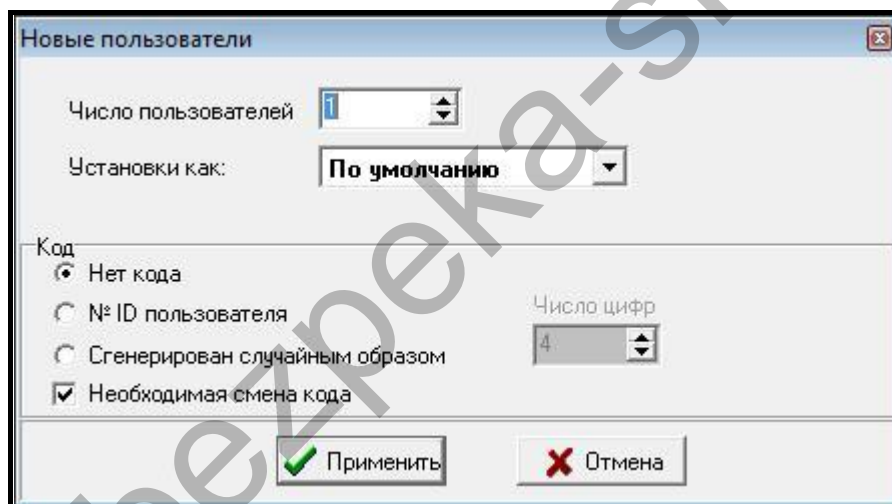

Рис. 25. Окно добавления новых пользователей.
2. Кликните по кнопке ДОБАВИТЬ ПОЛЬЗОВАТЕЛЯ. Откроется окно НОВЫЕ ПОЛЬЗОВАТЕЛИ (см.: рис. 25).
именно эта группа (см.: ДОБАВЛЕНИЕ НОВЫХ ПОЛЬЗОВАТЕЛЕЙ С ПОМОЩЬЮ ACCO-SOFT-LT и рис. 25).